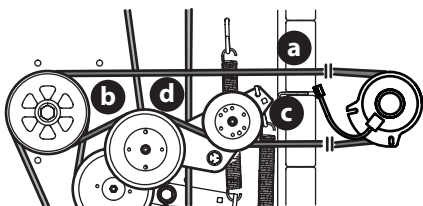

Fig. 60
- Retirez la courroie de PDF (a) du plateau de coupe en suivant les instructions du chapitre Retrait du plateau de coupe puis retirez-le d'autour de l'embrayage de la prise de force (Fig. 60).
- Acheminement de la courroie de PDF (a) (Fig. 60).
- Après avoir acheminé la courroie autour de la poulie de PDF (b), utilisez une clé de 1/2 po dans le support de la poulie de tension (c) et tournez vers la droite de la tondeuse pour terminer l'acheminement de la courroie autour de la poulie de tension (d) (Fig. 60).